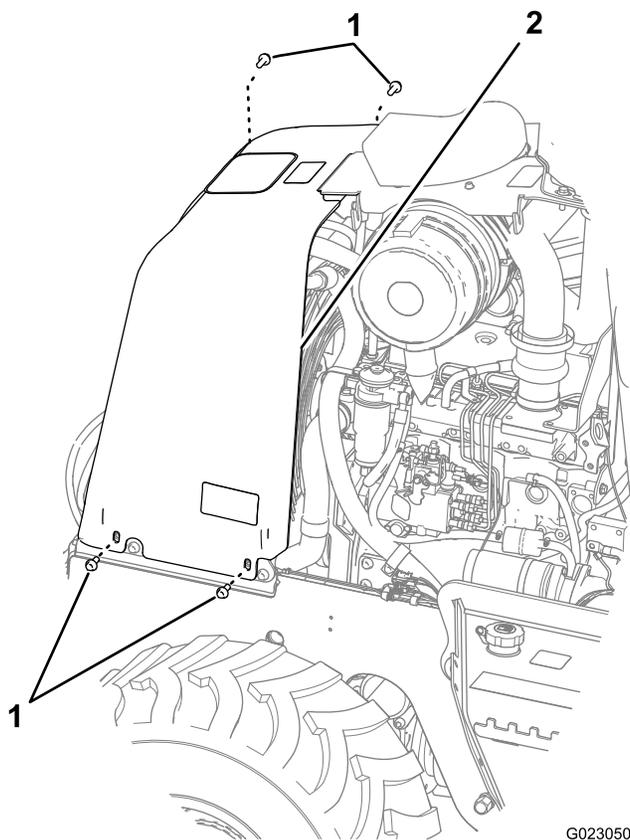

Figura 39
3. Retire los 4 pernos de la parte inferior de los lados derecho e izquierdo del panel delantero (Figura 39).